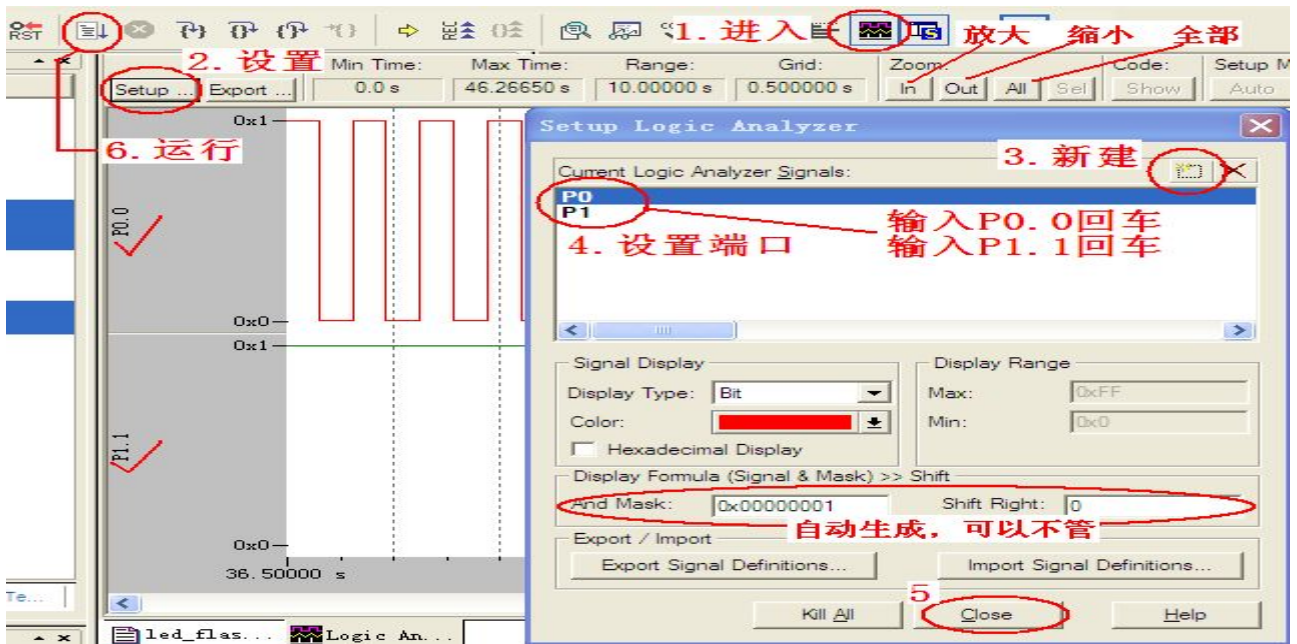

图 1-57 逻辑分析仪窗口
⑤ 逻辑分析仪窗口，如图 1-57 所示。
在软件仿真环境下，单击按钮进入逻辑分析仪窗口，在图 1-57 的第 4 步设置端口时，按“端口名.位”格式输入，显示时只能显示端口名，设置成功的位的显示在自动生成的那一栏的 Shift Right 后面，也可在波形显示界面的左边看到，注意设置完成必须点工具栏运行按钮才有波形输出，需要停止波形运行单击紧挨着运行按钮旁边的停止按钮即可，Zoom 下的 3 个按钮可放大、缩小与显示完整波形。